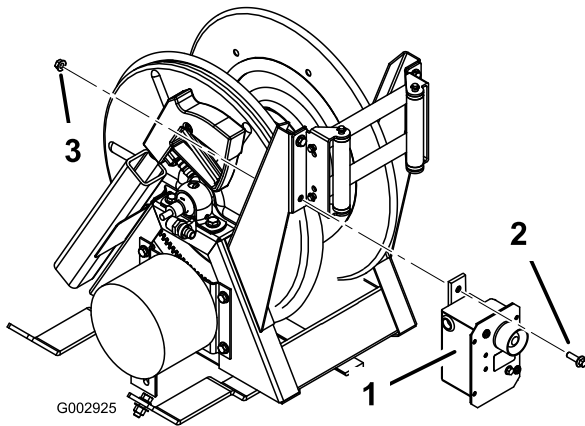

Bild 6
6. Nehmen Sie die Schraube und die Mutter unten an der Innenseite der Rollenstütze am Schlauchwagen ab und werfen Sie diese weg. Montieren Sie den Elektrokasten mit einem Bundbolzen (5/16 x 1 Zoll) und einer Bundmutter (5/16 Zoll) in diesem Loch (Bild 6).